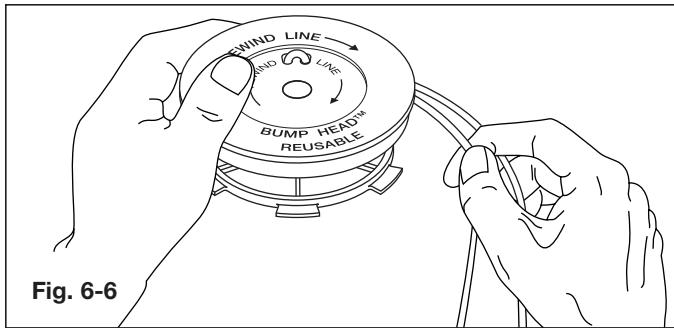

Fig. 6-6
7. Bobine las líneas en capas parejas y ajustadas sobre el carrete (Fig. 6-6). Bobine la línea en la dirección indicada en el carrete interior. Coloque su dedo índice entre las dos líneas para evitar que se superpongan. No superponga los extremos de la línea. Proceda al paso 11.
8. Tome aproximadamente 10 pies (3 m) de nueva línea de corte. Inserte un extremo de la línea a través de uno de los orificios del carrete interior (Fig. 6-6). Pase la línea a través del carrete interior hasta que queden sólo 4 pulgadas fuera.